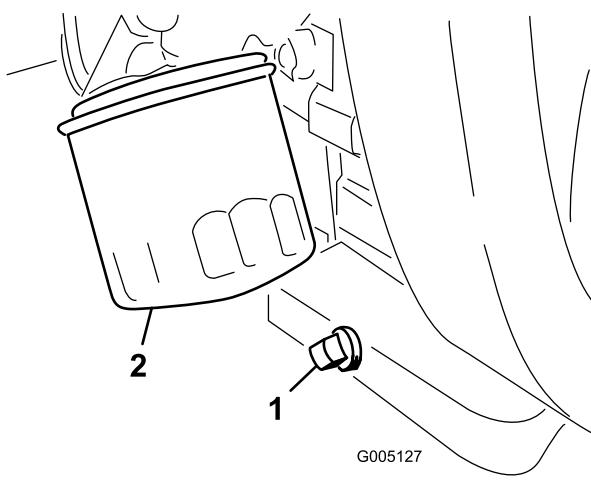

Bild 49
1. Entfernen Sie die Ablassschraube (Bild 49) und lassen das Öl in ein Auffanggefäß ab. Schrauben Sie die Ablassschraube wieder ein, nachdem das Öl abgelaufen ist.
2. Entfernen Sie den Ölfilter (Bild 49). Ölen Sie die neue Dichtung am Ölfilter leicht mit frischem Öl ein.